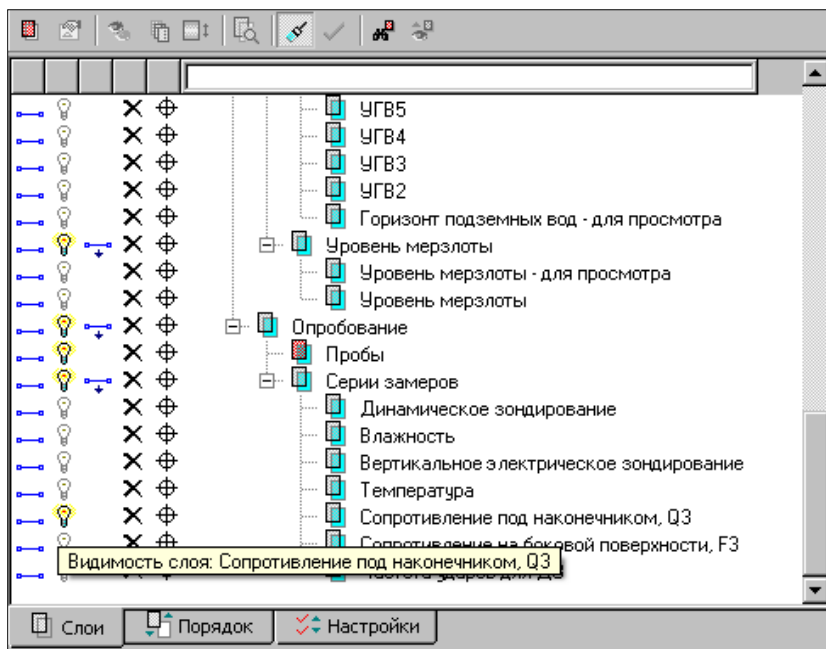

Рис. 7.4
4. В окне по работе со слоями (вкладка **Проекты и слои**) включите видимость слоя **Соппротивление под наконечником** (рис. 7.4).